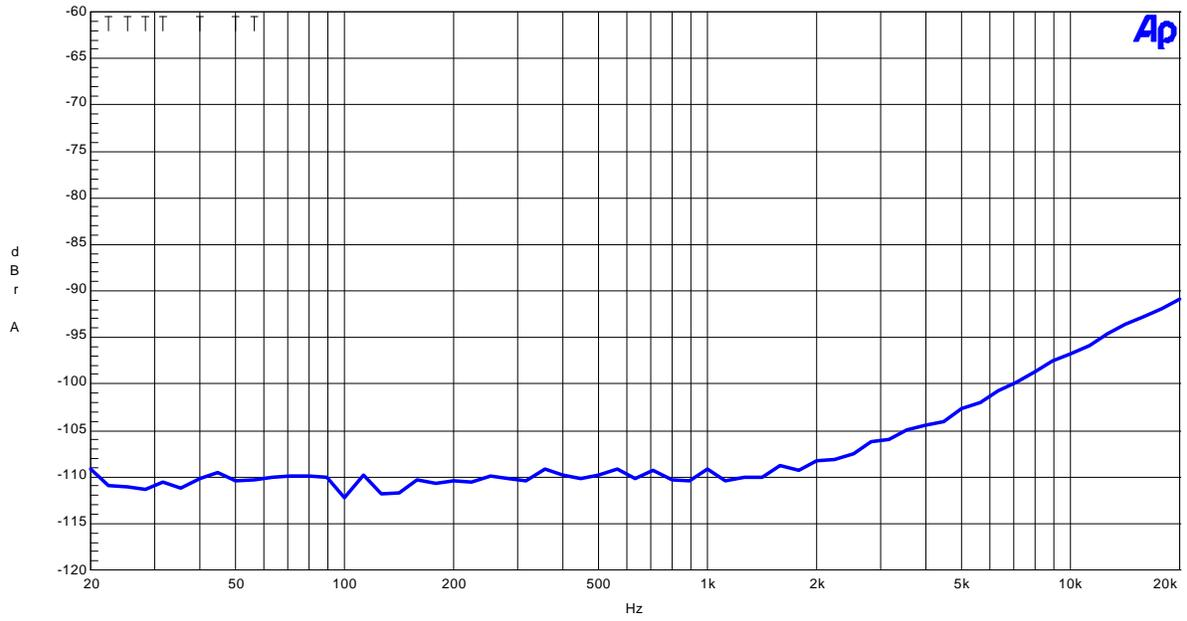

Figure1-9. Crosstalk (Input level=0dBFS)
- Figure 1-9. Crosstalk (Input Level=0dBFS)